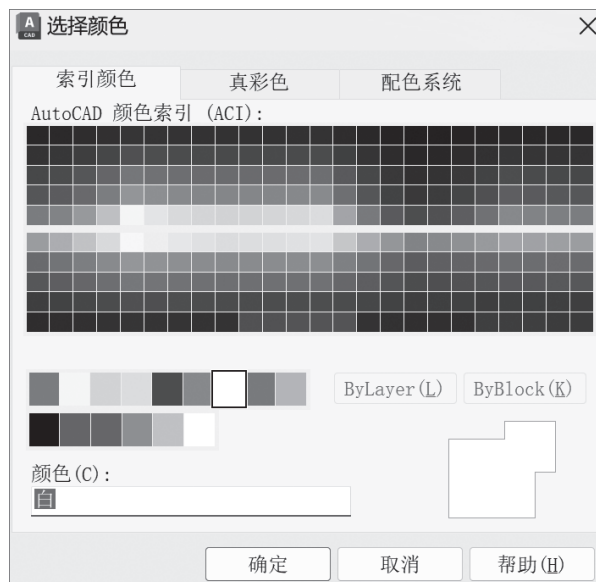

图 1-31 “选择颜色”对话框
(2) 指定图层颜色。选中图层，单击与所选图层颜色关联的图标，系统会弹出“选择颜色”对话框（见图 1-31），在其中选择所需颜色，单击“确定”按钮。